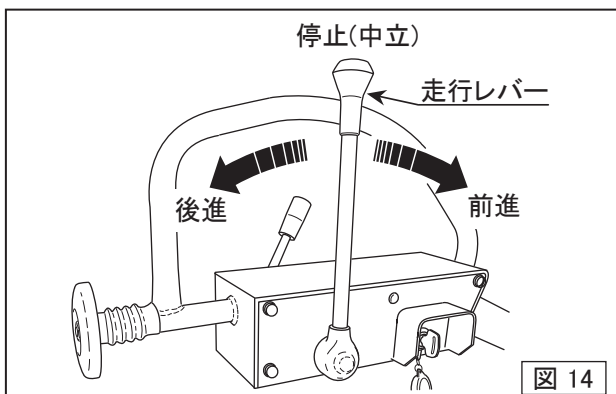

図 14
- 走行レバーをわずかに前方へ押すと、本機が微速前進します。さらに前に押していくと速度が上がっていきます。走行レバーの動かし方で速度が無段変速します(前後進ともに)。走行レバーを手前に引くと後進します。(図14)